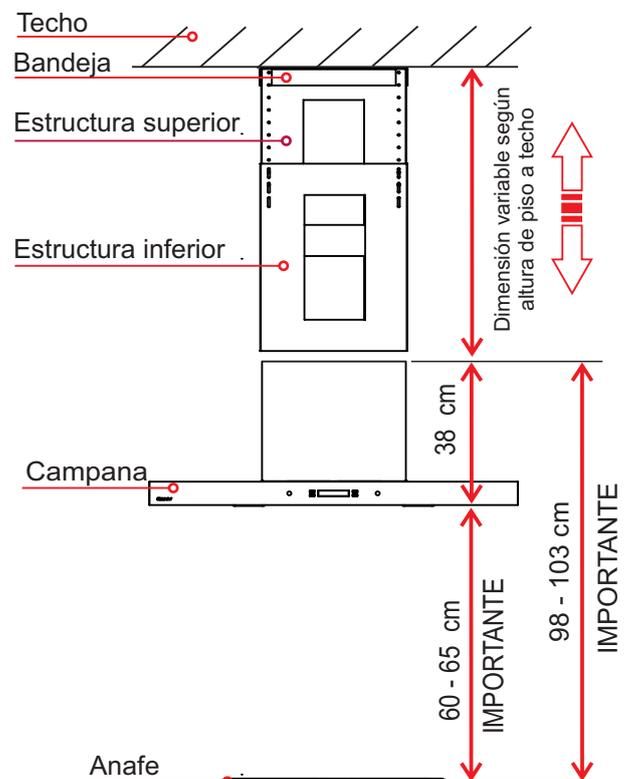

Figura 4
Paso 3: Coloque la estructura inferior (la más grande de las estructuras) por fuera de la estructura superior. Regúlela y déjela a una altura de 98 - 103 cm entre la parte superior del anafe o cocina y el borde inferior de la estructura inferior. Ajustela con los tornillos suministrados. Es muy importante respetar esta medida para la correcta extracción del aire. (ver figura 4).